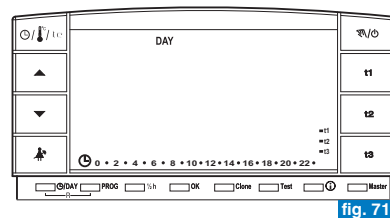

fig. 71
- Appuyer sur la touche OK pour programmer l'arrêt de l'écran de 0:00 à 6:00 (exemple sur la fig. 71).
- Appuyer sur la touche OK : après 3 minutes, on obtient l'arrêt de l'écran de toutes les 24 heures de tous les jours (exemple en fig. 71).